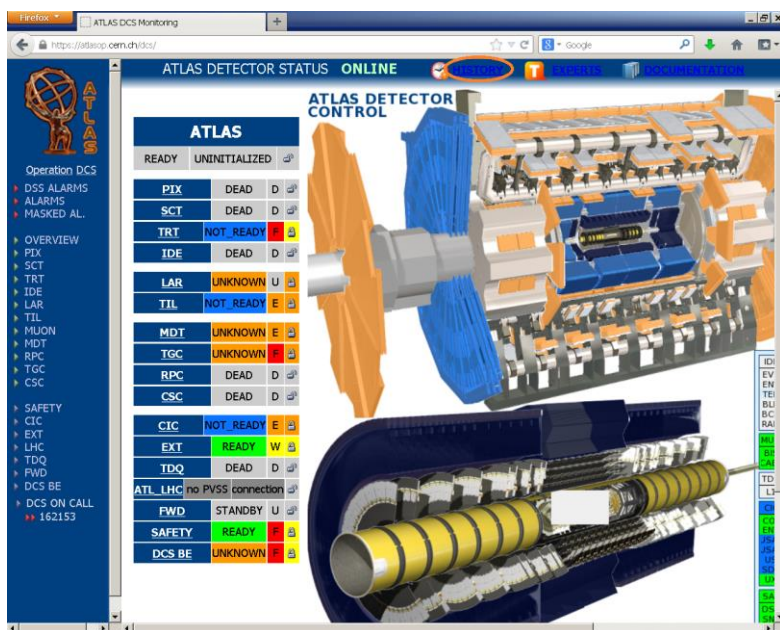

Рис. 3.1
1. Зайдите на страницу “ATLAS DETECTOR STATUS” по ссылке <https://atlasop.cern.ch/dcs/> (см. рис. 3.1) Данная страница защищена паролем!